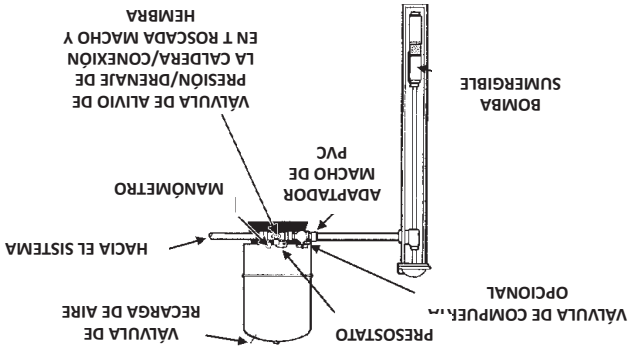

Figure 6. Bomba sumergible con tanque vertical
- La instalación completa debería lucir de un modo similar a lo descrito en la Figure 6 que se muestra abajo.